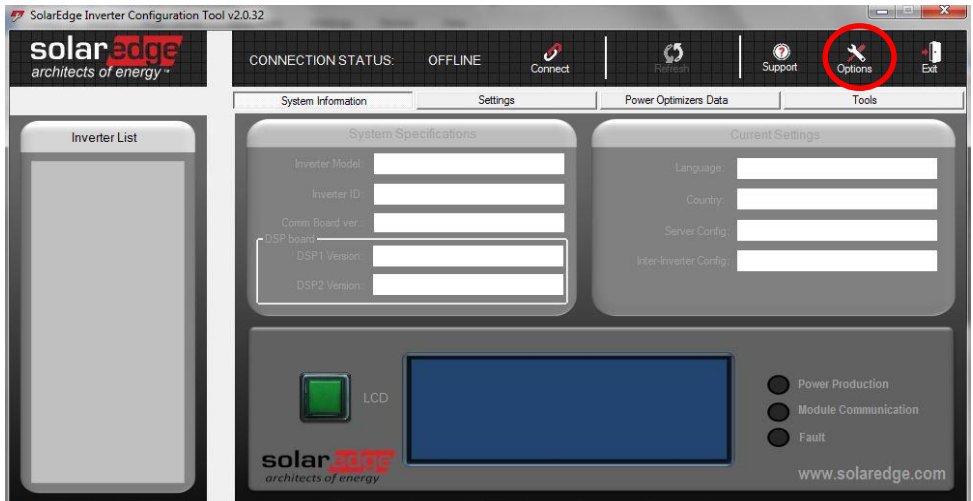

Figura 6
- 4 Se la lingua del programma non dovesse essere l'Italiano ma l'Inglese, per cambiarla selezionare l'icona **Options** (evidenziata nella Figura 6)